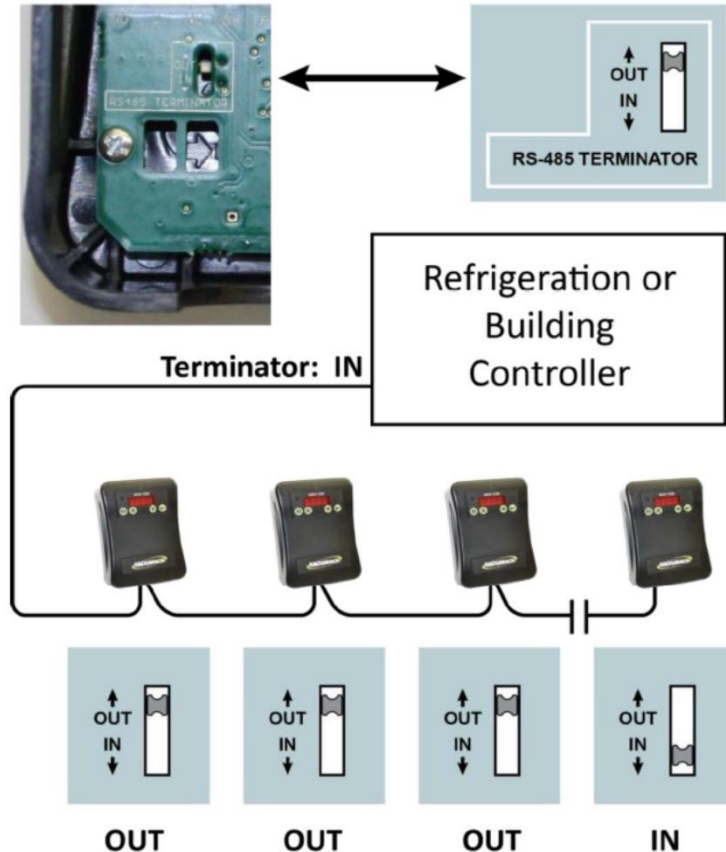

Figure 13. Setting Network Termination Resistors
注： ネットワークの両端でデバイスの終端抵抗を必ず有効 (ON) にしてください (図13を参照)。これには BMSシステムも含まれます (使用されている場合)